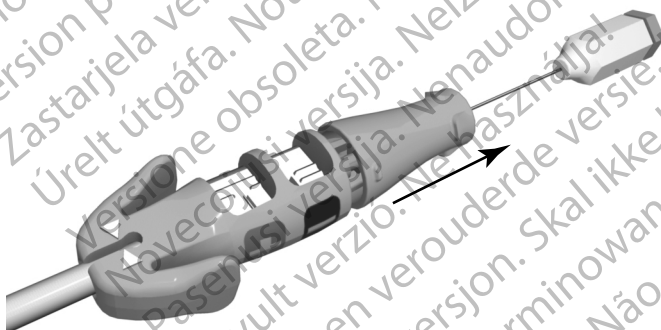

Abbildung 5. Gelöster Fixierknopf der Messkappe
3. Lösen Sie den Fixierknopf vom Anschlussstift, bevor Sie die Elektrode in die Vene einführen (Abbildung 5 Gelöster Fixierknopf der Messkappe auf Seite 21).